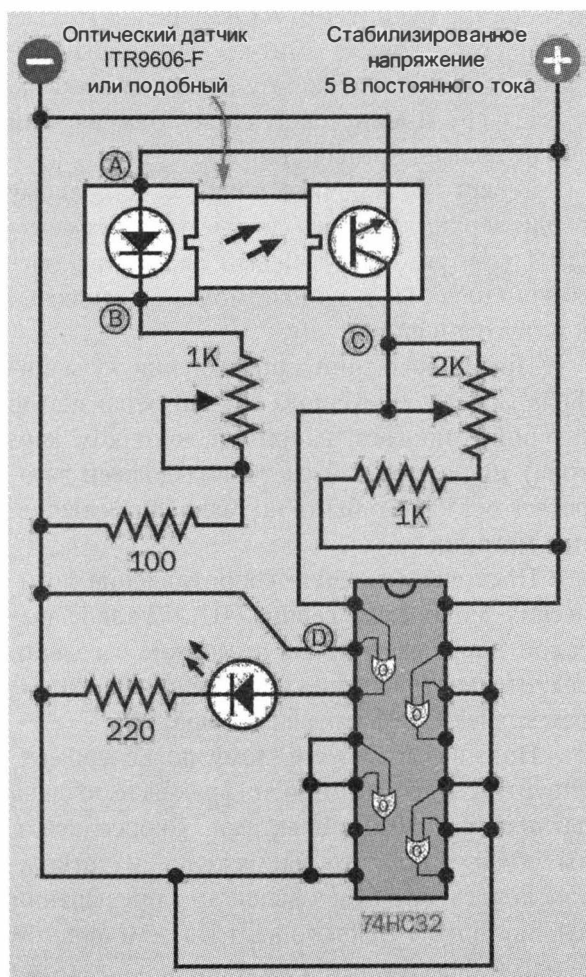

Рис. 31.5. Принципиальная схема для ознакомления с работой оптического датчика
Принципиальная схема для исследования проходного оптического датчика содержит четырехэлементную микросхему двухвходовых логических элементов ИЛИ (рис. 31.5). Причины использования этой микросхемы станут ясными по мере ознакомления с работой датчика. На рис. 31.6 показана схема для ознакомления с работой проходного оптиче-
Выставьте левый потенциометр на схеме на рис. 31.5 (номиналом 1 кОм) на его максимальное сопротивление (проверьте сопротивление потенциометра с помощью омметра,
Теперь подключите точку С к правому входу верхнего левого логического элемента ИЛИ (см. рис. 31.5). Левый вход этого элемента (точка D) в данный момент подключен к минусовой шине.
- все датчики развернуты на 180 градусов по сравнению с датчиком на схеме для исследования работы датчика (см. рис. 31.5). Это сделано с целью свести к минимуму перекрещивание проводов при подключении датчиков к микросхеме массива пар Дарлингтона. Обязательно убедитесь в том, что ваши датчики установлены стороной с инфракрасным светодиодом вправо, а не влево;